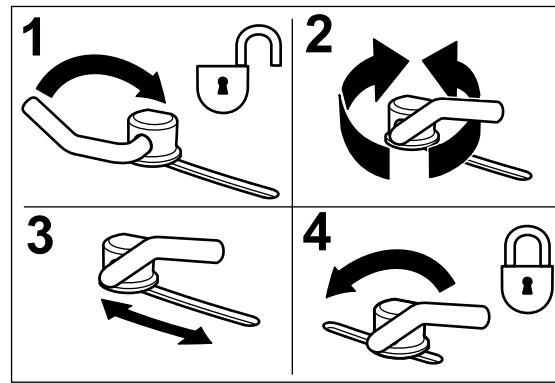

Figura 15
- Ajuste os bloqueios do excêntrico, rodando a alavanca para cima para libertar o bloqueio do excêntrico (Figura 15).
- Rode novamente a alavanca para apertar o abafador e os bloqueios do excêntrico (Figura 15).